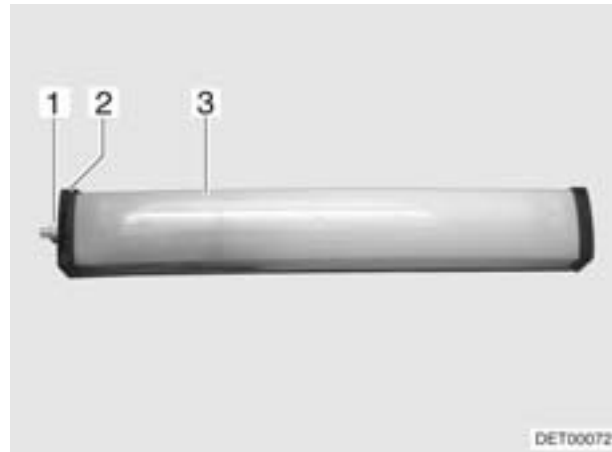

Bild 194 Raumleuchte
- Kappe (Bild 194,1) abschrauben.
- Deckel (Bild 194,2) abnehmen.
- Leuchtenabdeckung (Bild 194,3) leicht zusammendrücken und abnehmen.